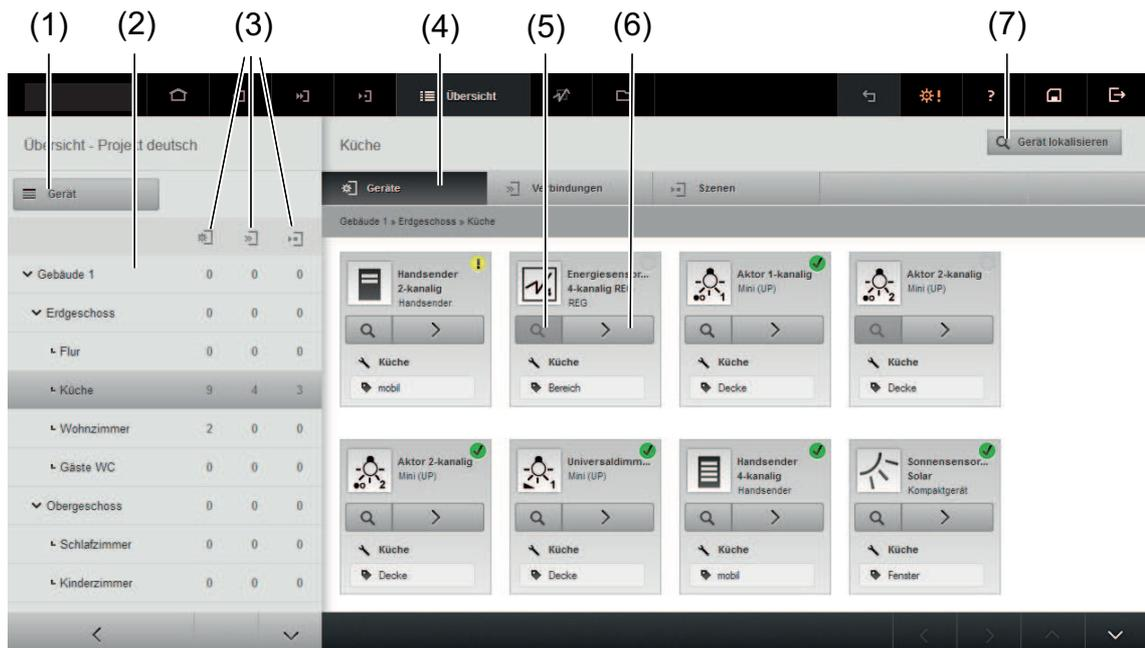

Bild 66: Übersicht – Registerkarte Geräte
- Schaltfläche **Gerät lokalisieren** wählen (Bild 66).
- Schaltfläche  in der Gerätekachel wählen (Bild 66).
- Schaltfläche **Lupe** in der Gerätekachel des zurückgesetzten Gerätes wählen (Bild 66).